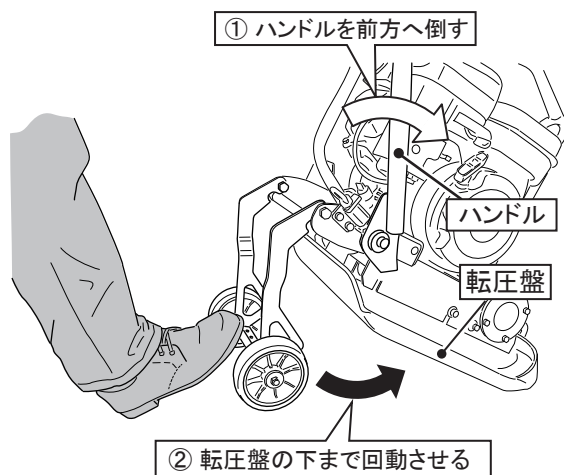

図 15
4. ハンドルを前方に倒し、転圧盤の後端を浮かし車軸を転圧盤の下に、車軸のアームが転圧盤に接するまで回動させます。(図15)